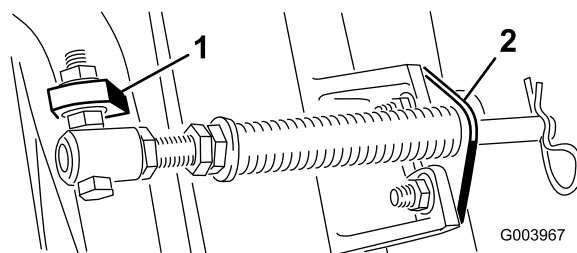

Рисунок 5
стороны выступа, как показано на **Рисунок 5**.
- Д. Присоедините кронштейн штока к выступам режущих блоков с помощью каретных болтов и гаек (**Рисунок 5**).